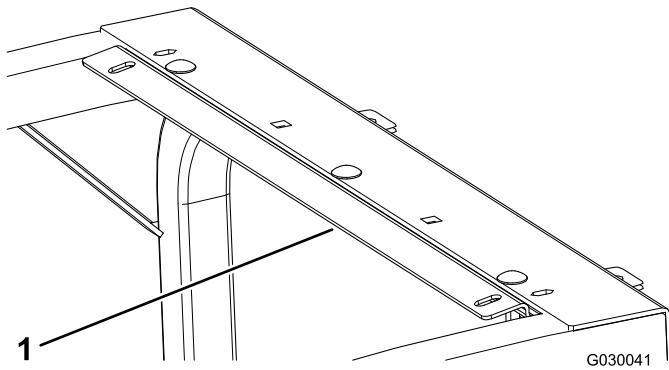

Figura 2
2. Bullone a testa tonda preesistente (3)
3. Dado flangiato preesistente (3)
4. Posizionate la staffa posteriore in modo che i 3 bulloni a testa tonda preesistenti si inseriscano nelle 3 scanalature della staffa (Figura 2).